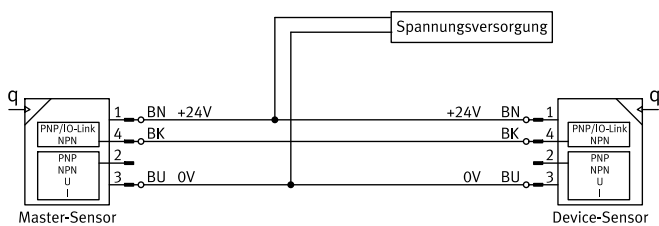

Fig. 11 Пример назначения контактов SFAN...M8
- Главный датчик соединен с датчиком устройства → Fig.11.